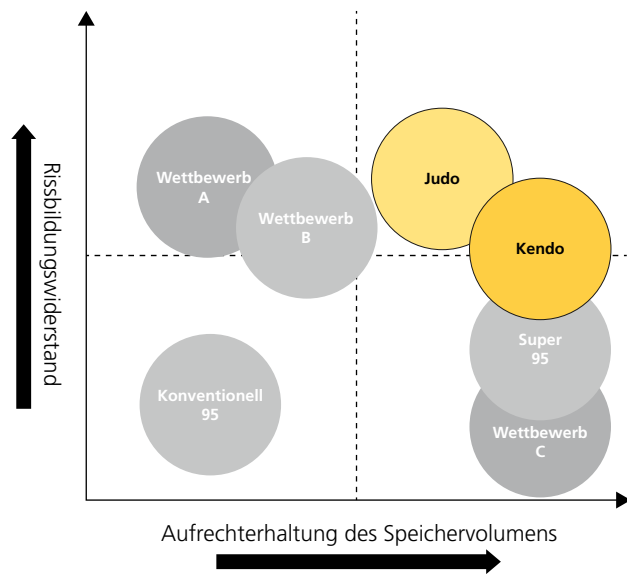
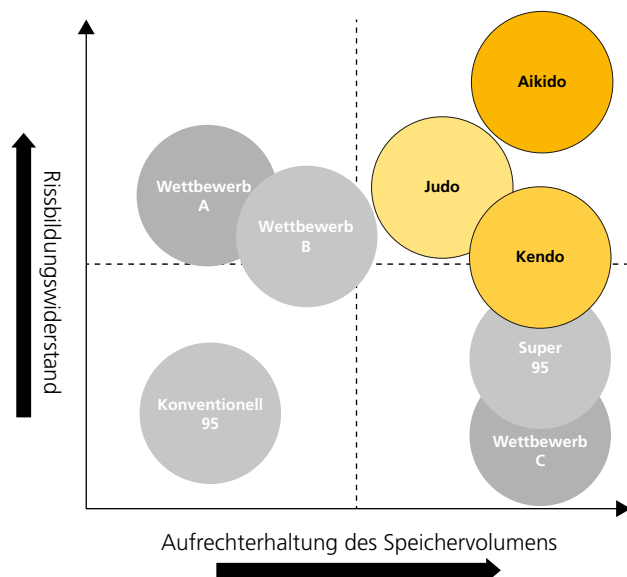

Abb. 1: Yamabelt Kendo und Judo im Vergleich
Abb. 2: Yamabelt Aikido: Nochmals verbesserte Eigenschaften
- Die Belüftung der Taschen war nicht optimal. Ein großer Teil der frischen Zuluft wurde zur Stabilisierung der Bahn genutzt und stand nicht als Taschenluft zum Abtransport des verdampften Wassers zur Verfügung (Abb. 1, S. 12).
Ausgangszustand (Abb. 1)
Schritt 1: Frischluft zu den Stabilisatoren reduziert (Abb. 2)
- Die Zufuhr frischer Zuluft zu den Stabilisatoren wurde reduziert (Abb. 1 zu 2) und später ganz geschlossen (Abb. 2 zu 3)